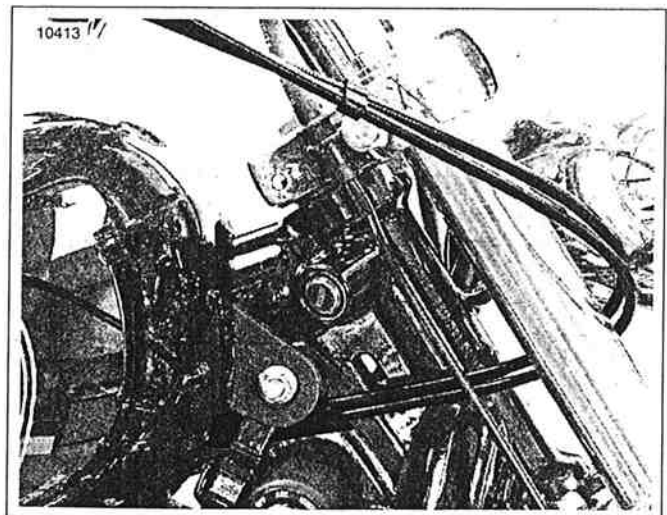

Figura 2-143. Colocación de los cables de control del embrague
5. Instale la caja superior (9) sobre el manillar derecho y sujétela con tornillos a la caja inferior (7). Apriete los tornillos a 4,0-5,1 N·m (35-45 lb-pulg.).
6. Vea la Figura 2-143. Coloque los cables de control adelante de la empuñadura del control del acelerador, adelante de la pieza de soporte superior de la horquilla delantera, hacia abajo entre el tubo deslizante y faro delantero, hacia atrás a lo largo del lado derecho del cabezal de dirección de la estructura y eje central de la estructura, encima de la caja del interruptor de encendido, a través de la guía del cable del acelerador entre la pieza de soporte de la bobina y la estructura y hacia abajo al carburador.